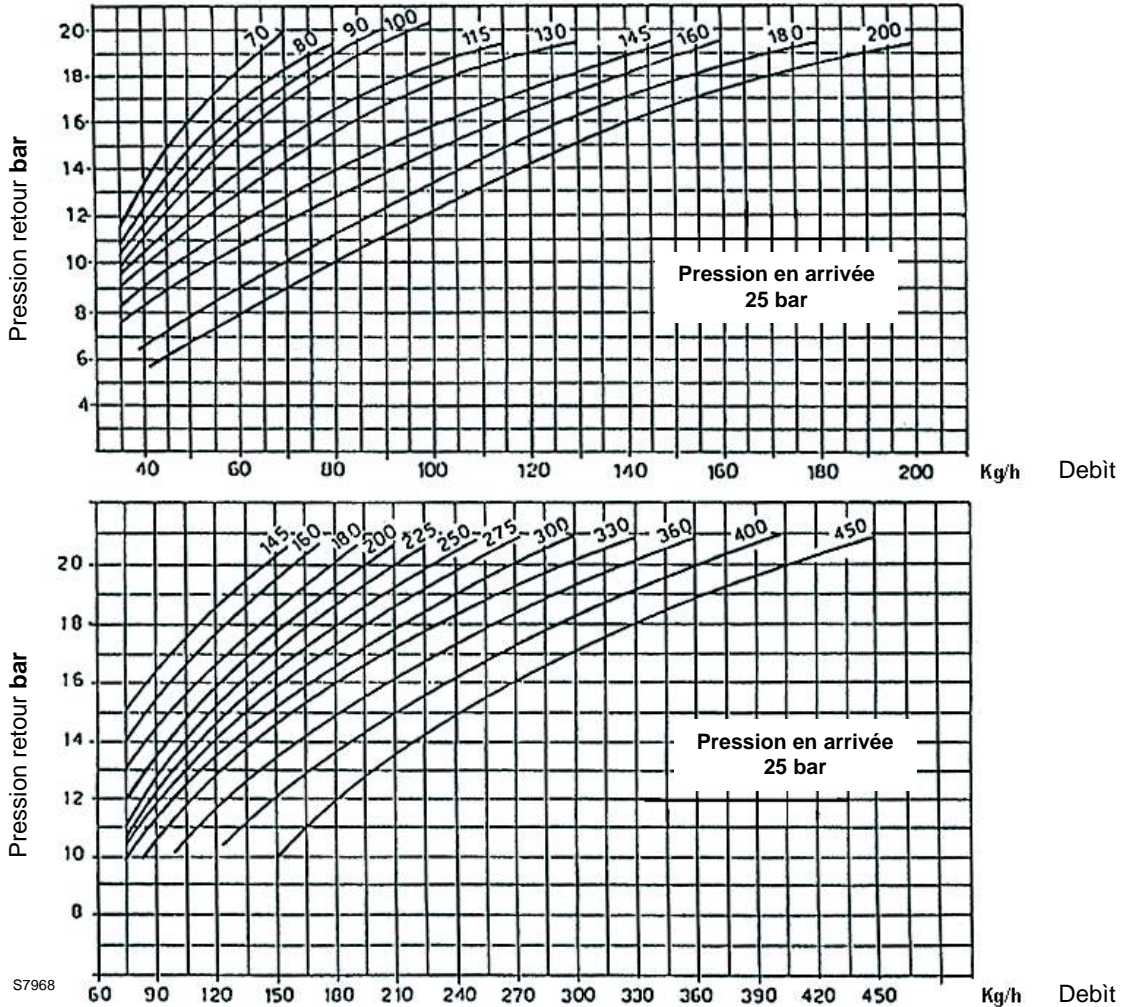

Fig. 10
- Pour obtenir un réglage correct, l'excentrique (8) doit travailler sur tout le champ d'excursion du servomoteur ($20^{\circ}+130^{\circ}$): à chaque variation du servomoteur doit correspondre une variation de pression.
- Ne jamais porter le piston du variateur en butée; la bague d'arrêt (5) détermine la course maximum.
- Lorsque le réglage est effectué, vérifier manuellement qu'il n'y ait pas d'arrêts brusques entre 20° et 130° et que les pressions maximum et minimum correspondent à la pression choisie d'après le diagramme de la Fig. 10.
- - Si pour le débit maximum du gicleur (pression maximum sur le retour), on remarque des oscillations de pression sur le manomètre (3), baisser légèrement la pression jusqu'à les éliminer.